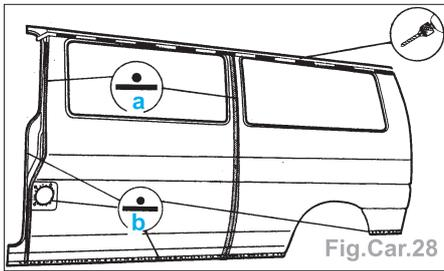

Fig.Car.28
- Souder ensemble (a) par points la section de montant B, le panneau latéral AV et le panneau latéral AR et procéder à la découpe (Fig.Car.28).
- Percer des trous espacés de 20 à 25 mm pour le soudage par bouchonnage sous gaz de protection (Fig.Car.28).
- Souder le panneau latéral à la pointeuse électrique (Fig.Car.28).
- Souder (b) (Fig.Car.28) :